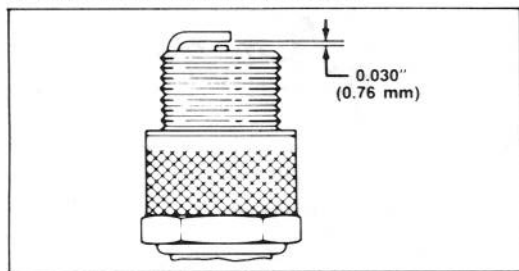

Figure 29
### REPLACEMENT DE LA BOUGIE D'ALLUMAGE (fig. 29)
3. Régler l'écartement entre les électrodes de la nouvelle bougie d'allumage à 0,76 mm (fig. 29). Puis, posez la bougie sur la culasse. Serrez la bougie à 20,4 N.m. En l'absence de clé dynamométrique, serrez la bougie complètement.